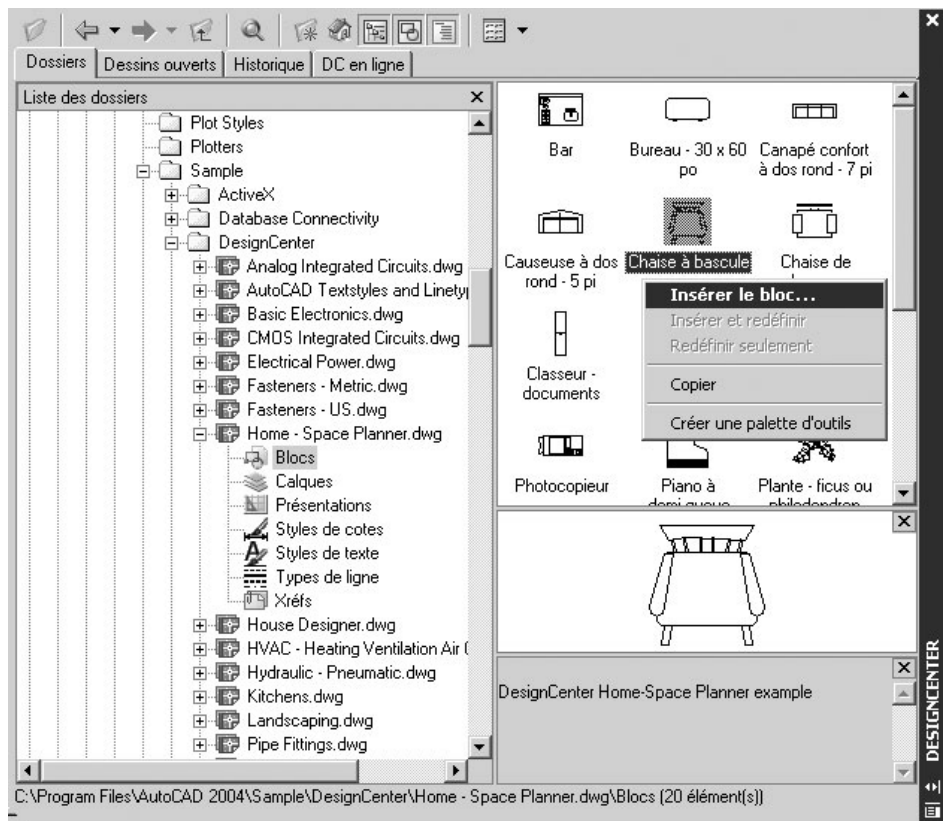

Fig.7.19
- [3] Dans la zone de contenu (sur le côté droit), cliquer avec le bouton droit de la souris sur le fichier dessin du Wbloc (fig.7.19).